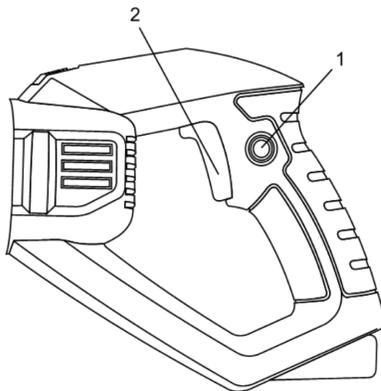

Рис. 6
2. Нажмите кнопку блокировки выключателя 1 (рис. 6) и не отпуская ее, нажмите на кнопку пуска 2 (Рис. 6).